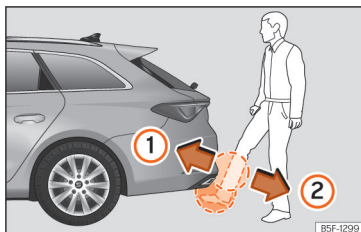

Fig. 81 Porta del maleter amb obertura controlada per sensor (Easy Open).
- Amb un moviment ràpid, apropau un peu i la part inferior de la cama al para-xocs tant com pugueu. La part inferior de la cama ha d'acostar-se a la zona del sensor superior i, el peu, a la zona del sensor inferior » » » **fig. 81 ①**.
- Traieu ràpidament el peu i la part inferior de la cama de les zones dels sensors » » » **fig. 81 ②**. La porta posterior s'obre automàticament.